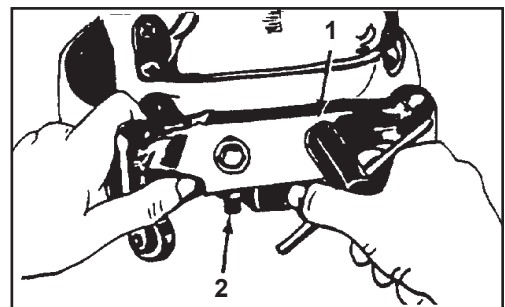

Figura 9
1. Con una llave especial, afloje la tuerca de seguridad de cada rueda de roldana. Consulte (1) en la Figura 9.
2. Afloje la contratuerca. Consulte (2) en la Figura 9.